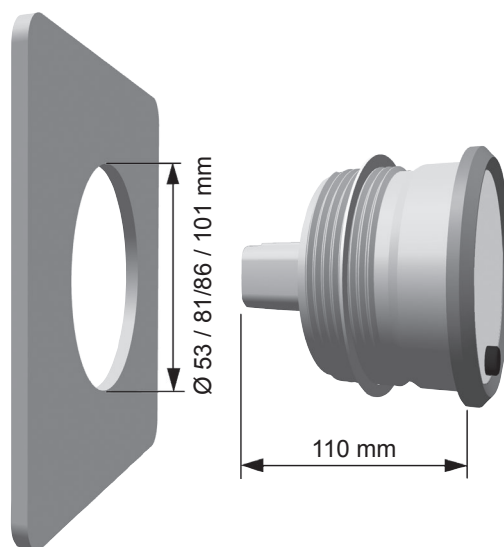

Fig. 6.3 : Hole dimensions
- » Pour ce faire, monter le gabarit de fixation, avec la lèvre de centrage devant, voir figure 6.3.